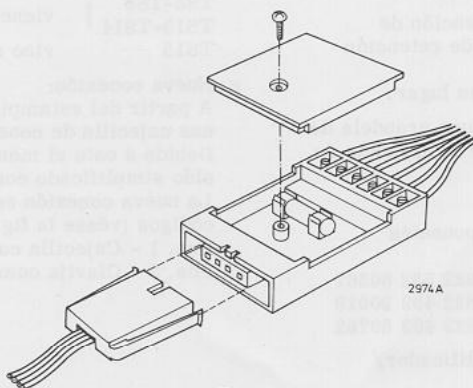

Fig. 1
- In fitting the toothed wheel 110, be sure that (1) the cam on this wheel points to the rear of the set when in OFF position, and (2) that the cam and the slider are exactly parallel to each other.
- Fixing the bracket 103 (Fig. 1 in service manual)
- Vastzetten van beugel 103 (fig. 1 in service manual)
- De nieuwe aansluiting wordt geleverd onder 2 kodenummers (zie fig. 1):
- Fixation de l'étrier 103 (fig. 1, service manual)
La nouvelle connexion est fournie sous deux numéros de code différents (voir fig. 1):
- Fijación de la abrazadera 103 (fig. 1, service manual)
- Befestigen von Bügel 103 (Abb. 1, Service Manual)
Der neue Anschluss ist unter den zwei nachstehenden Code-Nummern erhältlich (siehe Abb. 1):